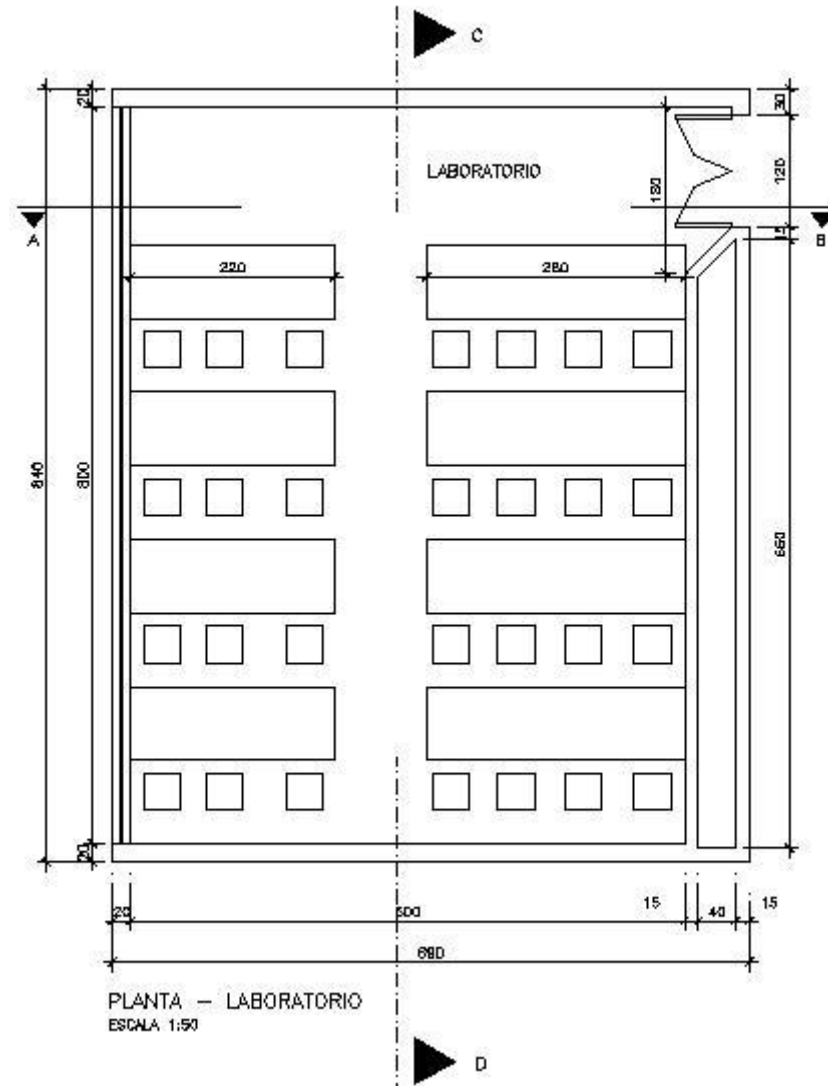
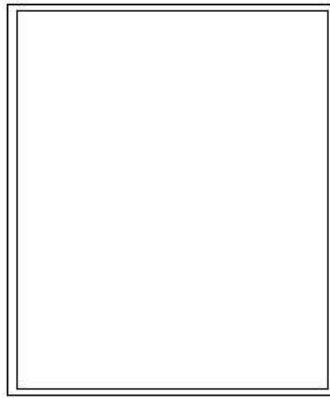

Figura 19 - Construção do Laboratório
Figura 20 - Construção Laboratório
Usaremos o AutoCad 2008 para representar a planta baixa desse laboratório. A planta baixa representa o corte horizontal à altura de 1.5 metros a partir da base. Na representação serão inseridas as janelas, portas e dimensionamento das paredes. A figura 19 ilustra a planta.
5. As dimensões da porta usualmente encontradas em projetos são de 60x210 a 80x210. O nosso laboratório possui a porta com as dimensões de 3x60x210. Para tanto estabeleça o portal 30 cm abaixo no vértice superior direito da figura 19, utilizando o comando Offset sobre a linha superior. Conforme figura 20
6. Note que no laboratório existe uma galeria do lado direito, reservado a eventuais dutos. Para construí-lo utilize o comando offset  com 55 cm da parede interna. E 45 cm sobre a linha limite do portal. Conforme figura 20
O corte em uma planta é a representação de um perfil evidenciando certa parte da construção. Abaixo está uma figura 20 com a finalização do corte, ressaltando que o mesmo deve estar no mesmo plano da planta baixa. São eles o corte AB e o corte CD. A linha perfil de corte deve ser tracejada e possui um polígono indicando sua orientação.
19. O perfil de corte está representado na figura 20.